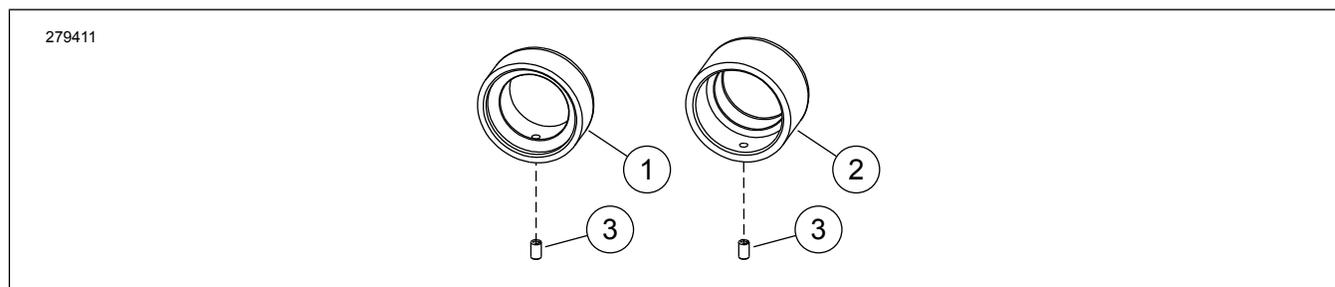

Figure 1. Kit cache-écrou d'axe arrière
1. Voir la figure 1. Installer partiellement une vis de d'arrêt (3) dans le trou fileté de chaque cache-écrou d'axe (1, 2).
3. Serrer solidement les vis d'arrêt des cache-écrous de l'axe (3).